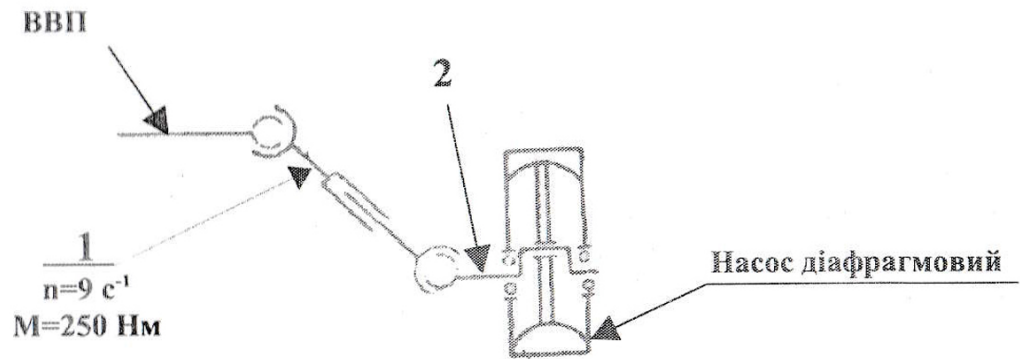

Рис. 3.2
3.2 Обертання вала діафрагмового насоса (2, рис. 3.2) передається від вала відбору потужності (ВВП) трактора через карданну передачу (1).